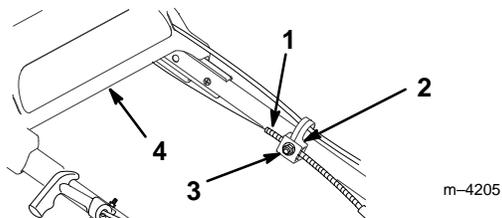

Figure 23
3. Desserrer l'écrou du support de câble (Fig. 23).
5. Repousser le mancheron supérieur vers l'arrière aussi loin que possible, maintenir toujours le support de traction enfoncé et tirer la gaine de câble vers le bas (vers la tondeuse) jusqu'à ce qu'il n'y ait plus de mou dans le câble (Fig. 23).
6. Resserrer l'écrou du support de câble (Fig. 23).